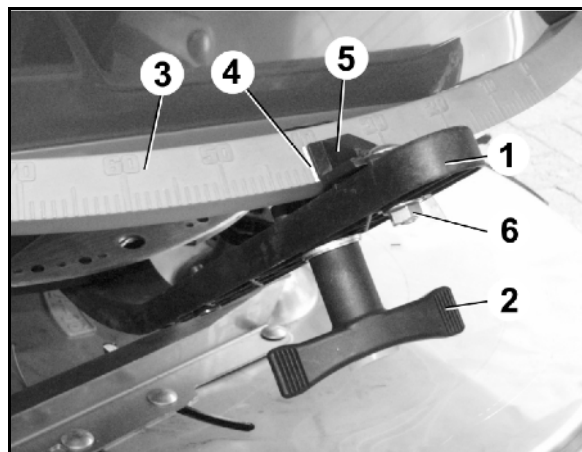

Fig. 84
1. Løsne vernetrakten (Fig. 84/2), og trekk den av bakover.
2. Løsne kontramutteren (Fig. 84/3) i tilkoblingsgaffelen til friksjonskoblingen (helt til gjengetappen ikke lenger stikker ut over kontramutteren), og skru ut gjengetappen med innvendig sekskant (Fig. 84/4).
3. Trykk tilkoblingsgaffelen fra girinngangsakselen (Fig. 84/1) med et flattstål.